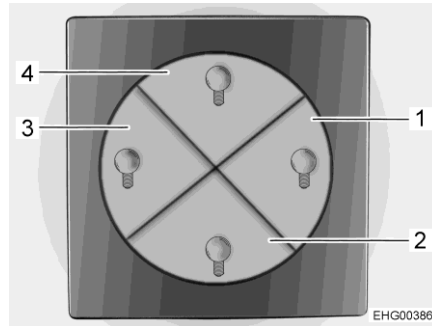

Fig. 74 Commutateur de commande de l'éclairage
- Éclairage principal cellule (plafonnier) (touche 4 dans la Fig. 74)
- Éclairage d'ambiance cellule (éclairage indirect par des bandes DEL latérales) (touche 2 dans la Fig. 74)
- Éclairage principal coin repos (plafonnier) (touche 3 dans la Fig. 74)
- Éclairage d'ambiance coin repos (éclairage indirect par des bandes DEL latérales) (touche 1 dans la Fig. 74)